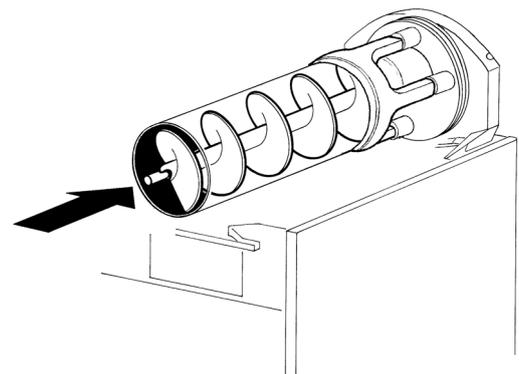

figura 16
**5** Enfilar el rascador interior en el evaporador, acompañándolo con cuidado, evitando tocar la pared posterior (ver figura 16).